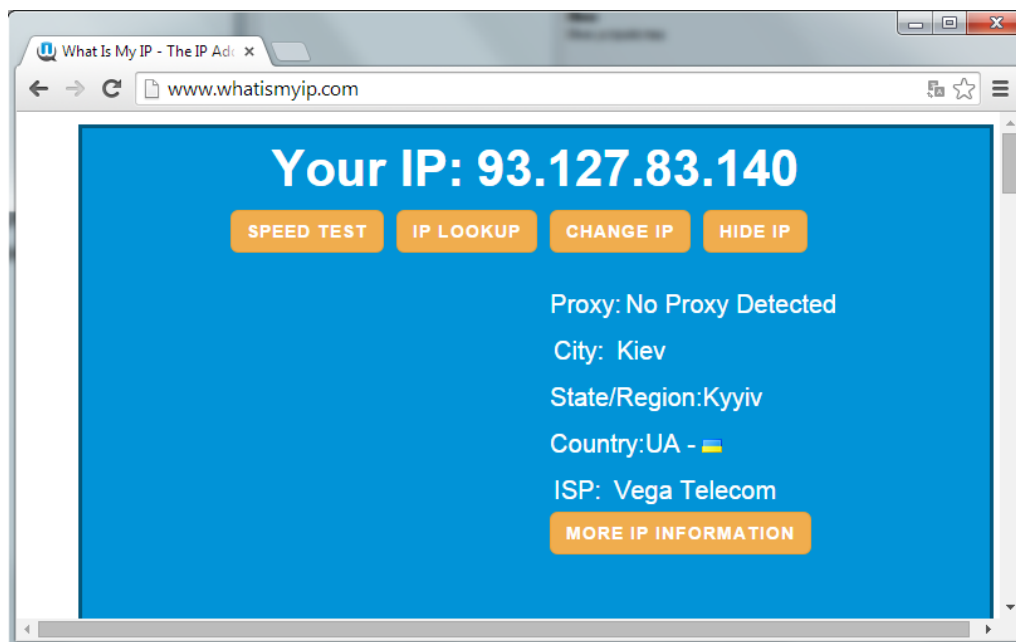

Рисунок 7.1.4 - Перевірка IP - адреси
4. У параметрі «Зовнішня IP-адреса» необхідно вказати зовнішню IP-адресу Інтернет підключення. Якщо використовується динамічна IP-адресація, пункт залишити порожнім. IP-адресу можна дізнатися, звернувшись до системного адміністратора або відвідавши спеціалізований сайт www.whatismyip.com, рисунок 7.1.4.